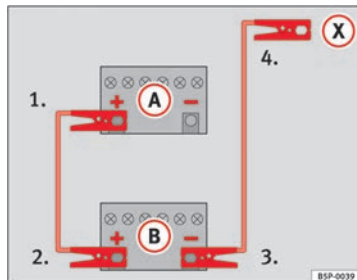
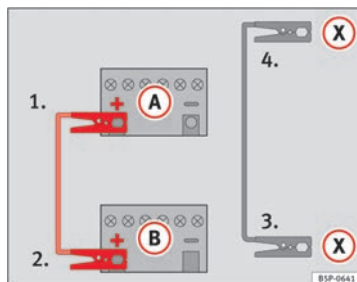

Fig. 161 Esquema de ligação para veículos sem sistema Start/Stop.
Fig. 162 Esquema de ligação para veículos com sistema Start/Stop.
- Ligue uma extremidade do cabo auxiliar de arranque *vermelho* ao pólo positivo (+) do veículo com a bateria descarregada (A) ⇒ Fig. 161.
- Ligue a outra extremidade do cabo *vermelho* de emergência ao pólo positivo (+) do veículo que fornece a corrente (B).
- Ligue uma extremidade do cabo auxiliar de arranque *preto* ao pólo negativo (-) do veículo que fornece a corrente (B) ⇒ Fig. 161.
- Ligue a outra extremidade do cabo *preto* de emergência (X), no veículo com a bateria descarregada, a uma peça de metal maciça que esteja aparafusada ao bloco do motor ou ao próprio bloco do motor, mas o mais afastado possível da bateria (A).
- Ligue uma extremidade do cabo auxiliar de arranque *vermelho* ao pólo positivo (+) do veículo com a bateria descarregada (A) ⇒ Fig. 162.
- Ligue uma extremidade do cabo auxiliar de arranque *preto* (X) a um terminal de massa adequado, a uma peça de metal maciça que esteja aparafusada ao bloco do motor, ou ao próprio bloco do motor ⇒ Fig. 162.